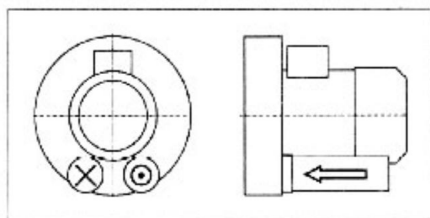

图. 1: 2HB210至2HB930(单叶轮设备)
轴的旋转方向是通过侧风道风机(漩涡式气泵)外壳背面上的箭头标记的(图1, 第3页, 位置7)。
气体输送方向是通过两个接宇航局上的箭头标记的(图1, 第3页, 位置6)。
进气接管带有其噪音消音器(图1, 第3页, 位置3)是用一个箭头指向侧风道风机(漩涡式气泵)内部来标记的. 在这里连接进气管路. 通过该连接, 需输送的气体将被吸入.
压力接管和其噪音消音器(图1, 第3页, 位置4)用一个箭头从侧风道风机(漩涡式气泵)内指向外面标记的. 通过该连接, 需输送的气体将被排出.
- 1、指定的电机转动方向通过侧风道风机(漩涡式气泵)罩壳上的箭头(图1, 第3页, 位置6)进行标记.
- 2、气体的传输方向通过进气管接头和压力接管上的箭头进行标记(图1, 第3页, 位置7).